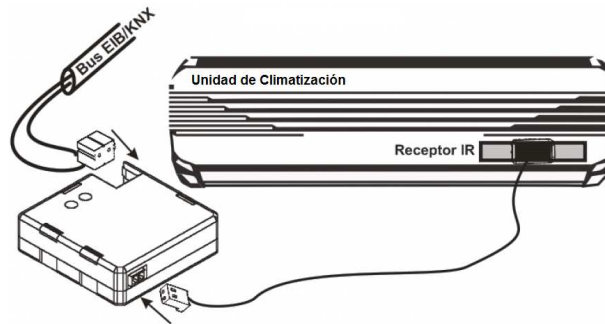

Bild 1.3 IRSC-Anschluss- Klimagerät
-  **Programmier Taste (3):** Ein kurzer Druck auf diese Taste bringt den Controller in den Programmiermodus, die LED (2) leuchtet rot. Wird die Busspannung bei gedrückter Taste angelegt, geht der IRSC in den Sicherheitsmodus.
-  **IR-Emitter (5):** IR-Emitter zur Sendung der Infrarot-Befehle an das Klimagerät. Der IR-Emitter muss auf den IR-Empfänger der Klimageräts aufgeklebt werden (siehe Bild 1.3)
-  **Anschlussbuchse (6):** Hier wird der Anschlussstecker eingesteckt, über den die IR Befehle von den IRSC aus zum Klimagerät gesendet werden.
Im Bild 1.3 wird ein Schema der richtigen Anschlussart des IR-Emitter (5) am Klimagerät dargestellt.